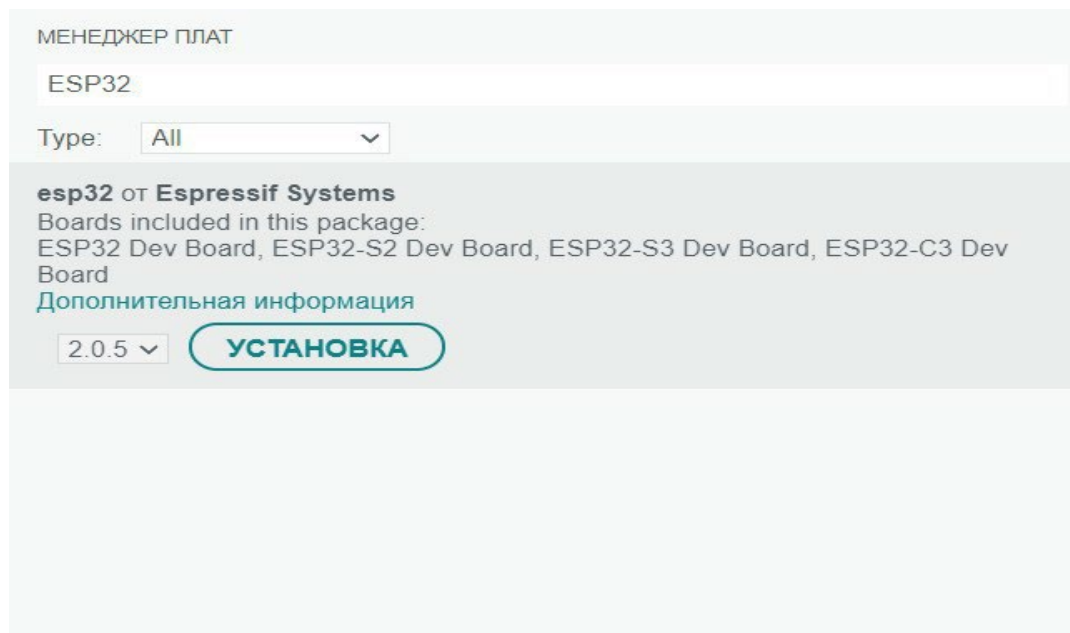

Рисунок 9. Установка SDK ESP32 через менеджер плат
3. Откройте Менеджер плат (Инструменты → Плата → Менеджер плат...), в поисковой строке введите «ESP32» и установите пакет (рис. 9).